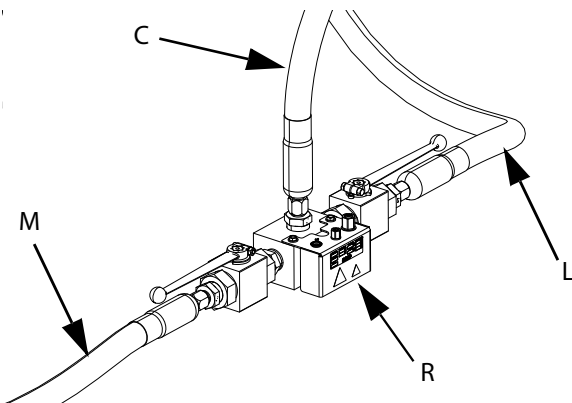

Рис. 23
- c. Подключите tandemный шланг 1 (L) и tandemный шланг 2 (M) из системы подачи к tandemному блоку (R). См. Рис. 23.
- d. Подключите шланг подачи 1 (C) к tandemному блоку (R). См. Рис. 23.